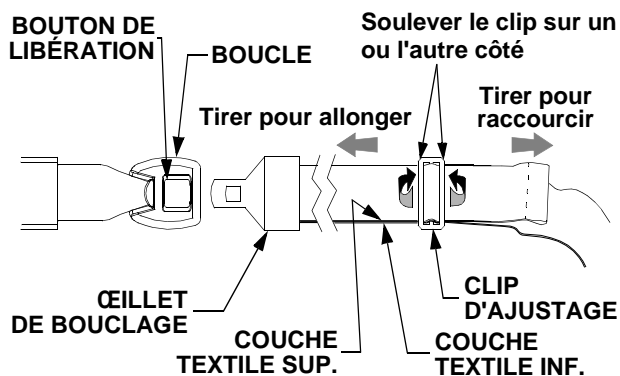

Figure 26
- Pour allonger la ceinture, tenez les extrémités du clip d'ajustage et soulevez le côté du clip en direction de l'œillet de bouclage. Voir la Figure 26.
- Tout en maintenant le clip, déplacez la couche textile supérieure dans le clip en direction de l'œillet de bouclage. Voir la Figure 26.